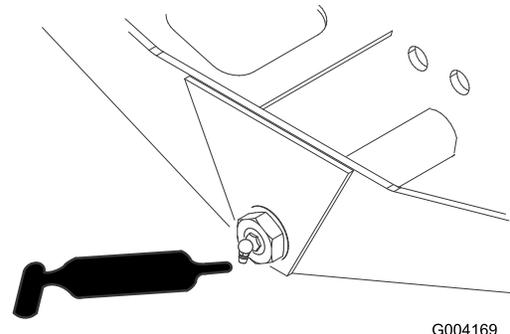

Рисунок 46
- Ось поворота моста (1 шт.) (Рисунок 46)